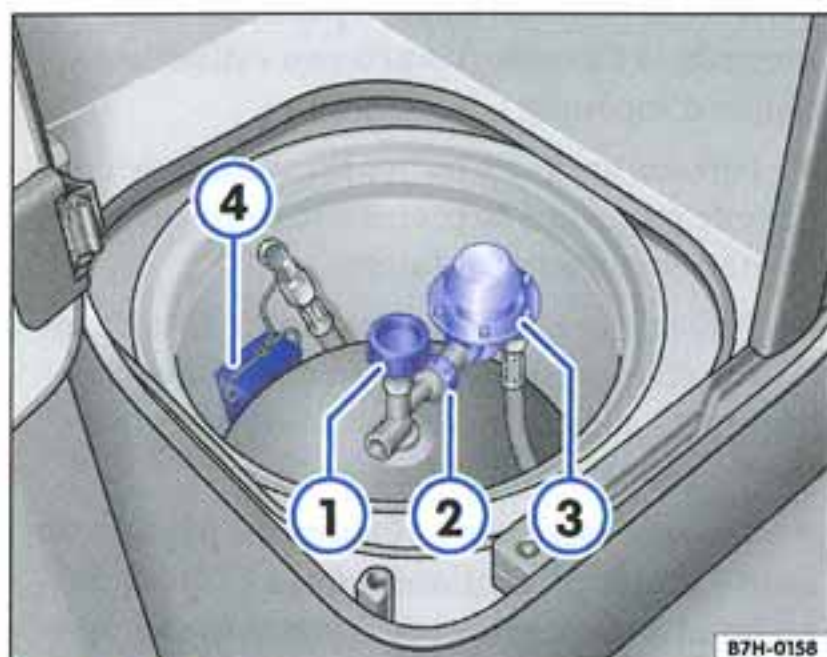

Fig. 39 Bouteille de gaz raccordée avec vanne de sécurité et détendeur
- Assurez-vous que la vanne de sécurité de la bouteille de gaz ⇒ fig. 39 ① est fermée pour éviter toute fuite involontaire de gaz lorsque vous la raccordez ⇒ ⚠.
- Vérifiez que la vanne de sécurité de la bouteille de gaz ① a été raccordée correctement et que le raccord est étanche.
- Vérifiez que le tuyau souple de gaz est vissé correctement au détendeur ③ ainsi qu'au raccord avec la conduite de gaz et que tous les autres raccords sont étanches.
⇒ page 54, fig. 39
- Assurez-vous que la vanne de sécurité de la bouteille de gaz $\Rightarrow$ page 54, fig. 39 ① est entièrement fermée pour éviter toute fuite involontaire de gaz lorsque vous dévissez l'écrou-raccord ②.